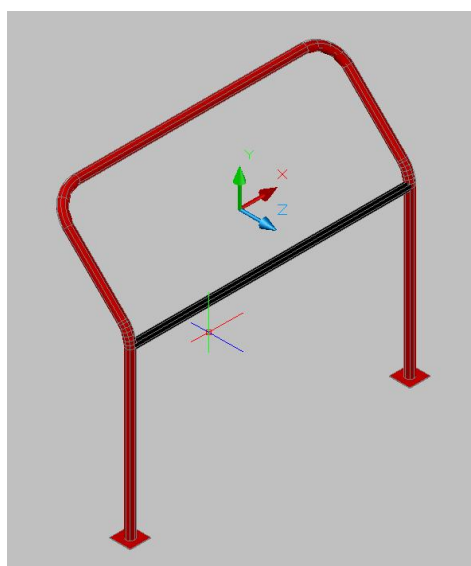

Fig. 7
1.8. Traversă frontală: ranforsare dintr-o țeavă de oțel dreaptă, fără îndoituri, care se montează sub parbriz, unind roll-bar-urile laterale sau părțile laterale ale arcului frontal de securitate. Fig.7.